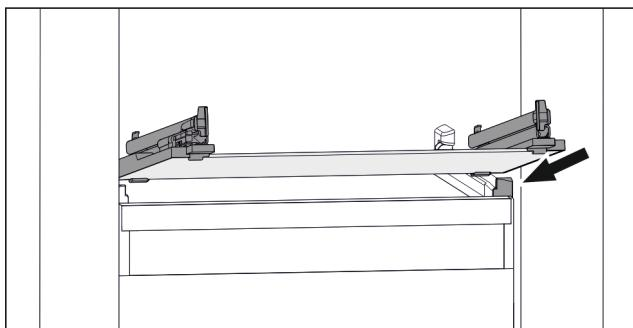

Fig. 77 Приближене відображення скляної пластини
- Встановити скляну пластину за стопорами навскоси. (див. Fig. 77)